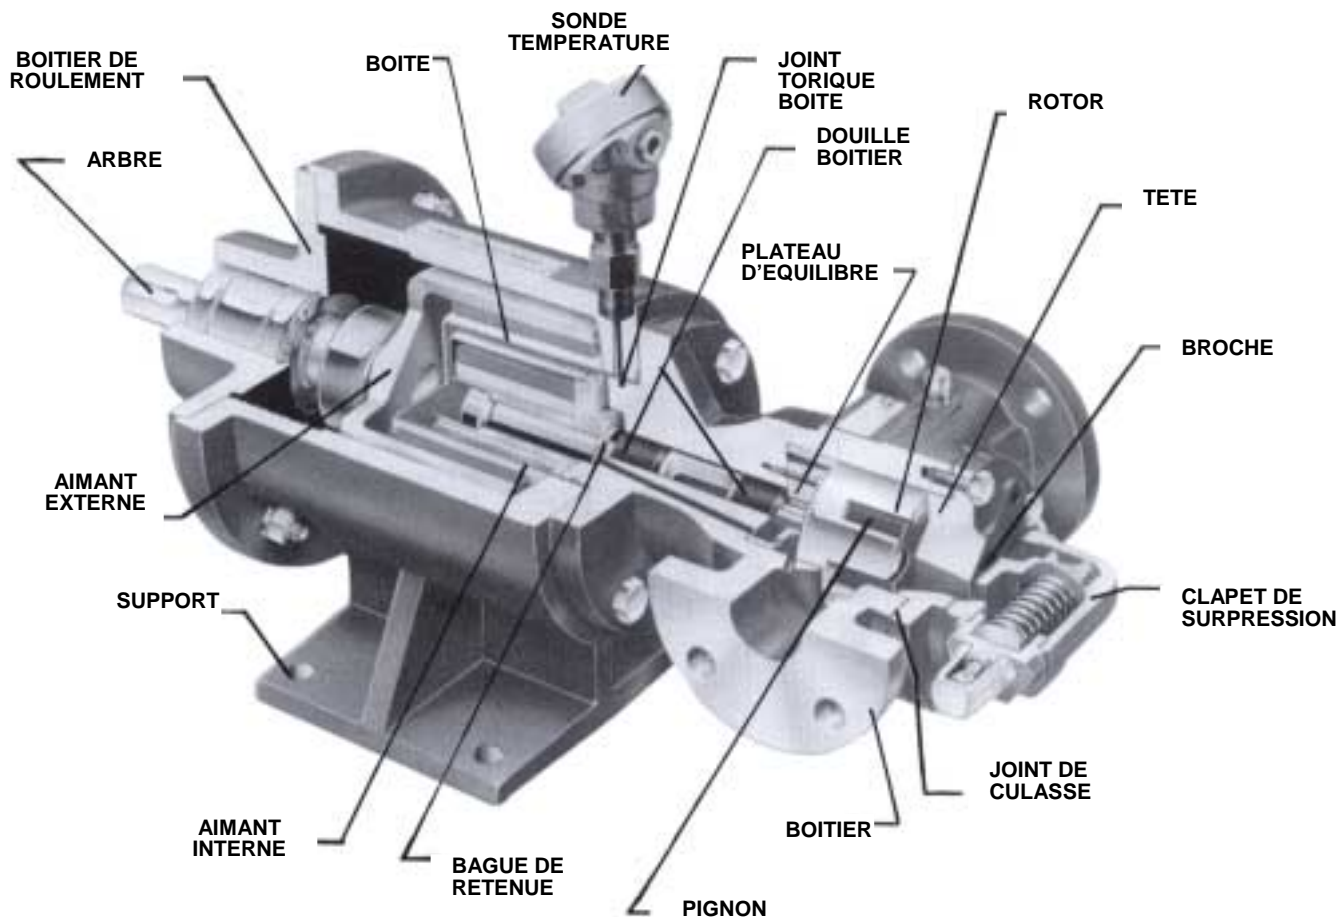

FIGURE 5 – VUE EN COUPE DE POMPE A ENGRENAGE MAGNETIQUE, MODELE GG 893 MD-A B ILLUSTRE. (TYPIQUE DES TAILLES GG-HL)
1. Pour le nom des pièces, voir Figures 5, 6, 7, 8, 9 & 10.